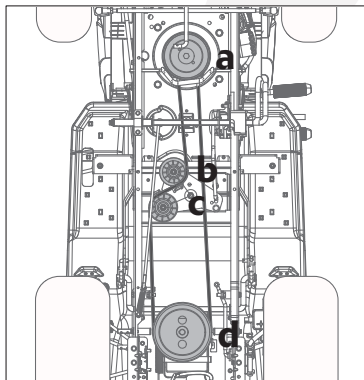

Fig. 30
2. Retire los ensamblajes de la polea de transmisión (a, Fig. 30) al retirar los pernos que los aseguran al eje de salida del motor.
3. Retire las dos poleas (b y c, Fig. 30) al retirar las tuercas que las aseguran al soporte de montaje.
4. Quite la correa de la polea de transmisión. (d, Fig. 30)